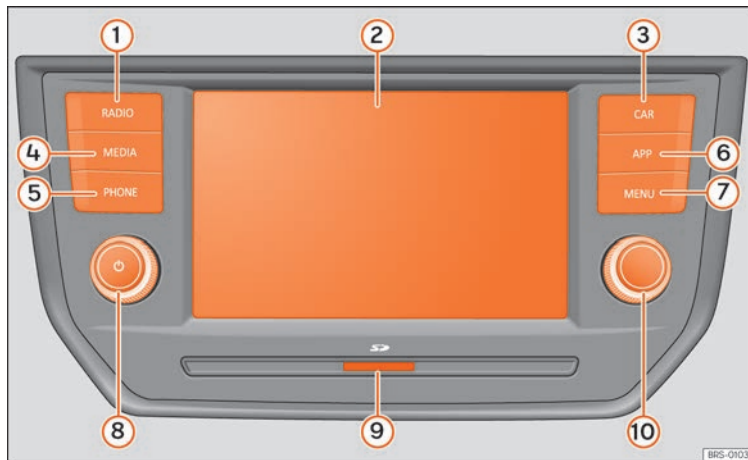
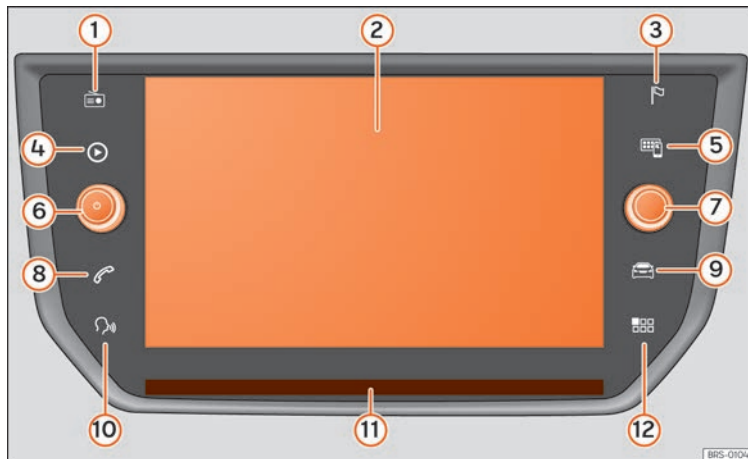

Fig. 171 Cuadro general de los mandos (esta configuración depende de la versión).
Fig. 172 Cuadro general de los mandos (esta configuración depende de la versión).
Pulse la tecla del infotainment  **»» fig. 171 (7)**, o bien la tecla  **»» fig. 172 (12)** para abrir la sinopsis de los menús.
Para apagar o encender el sistema de infotainment manualmente *presione brevemente* el pulsador giratorio  **»» fig. 171 (8)**, **»» fig. 172 (6)**.
Las entradas de las listas pueden activarse pulsándolas directamente en la pantalla o con el botón de ajuste »» fig. 171 (10), »» fig. 172 (7).